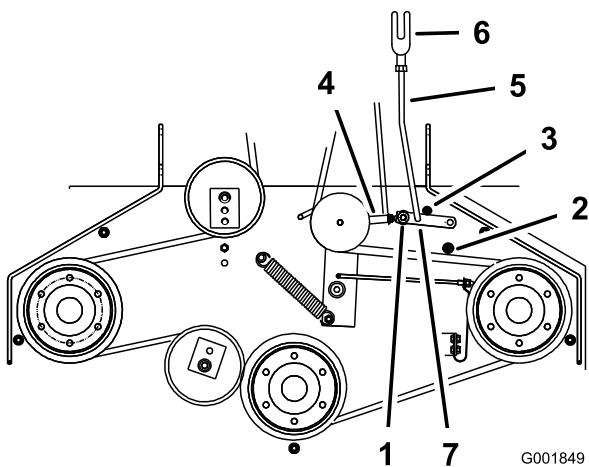

Figure 42
- Vérifiez que le bras d'assistance est en appui contre la butée arrière sur le tablier (Figure 42).
- Le bras d'assistance doit toucher la buté avant sur le plancher. Dans le cas contraire, réglez le levier coulé pour le rapprocher du renfort (Figure 42).
8. Pour ajuster la biellette du bras d'assistance, enlevez la goupille fendue du bras d'assistance (Figure 42).
11. Installez la biellette dans le bras d'assistance et fixez-la avec la goupille fendue (Figure 42).